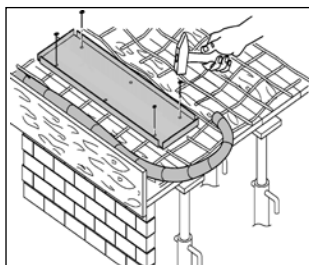

Bild 8
1. Abschlussdeckel auf die Verschalung nageln. Dabei ist auf die korrekte Ausrichtung des Deckels zu achten, da eine spätere Korrektur nicht möglich ist (Bild 8).